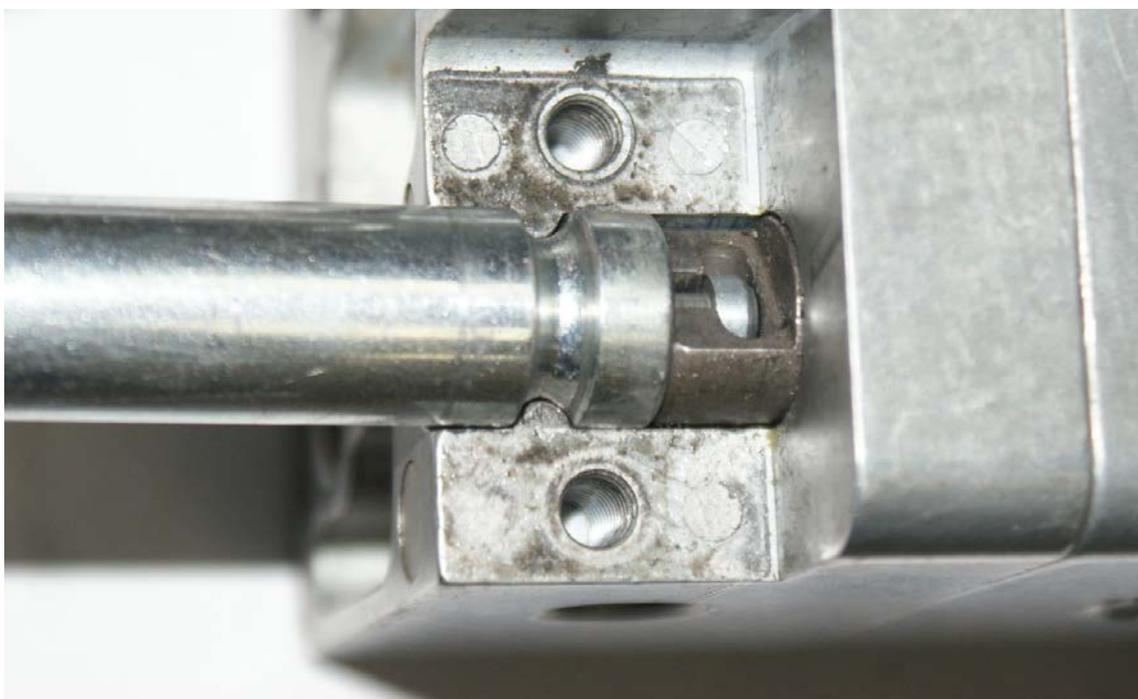

Рис. 2.19
- установить хвостовик троса в паз оси. Наконечник рубашки, в котором передвигается трос, должен попасть кольцевой проточкой в буртик в теле джойстика (рис. 2.19);